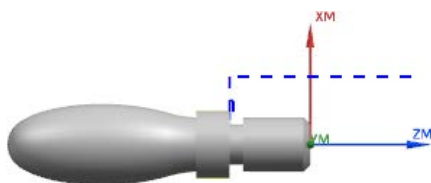

图 4.20 刀路轨迹
Step1. 单击“外侧开槽”对话框中的“生成”按钮 ，生成刀路轨迹如图 4.20 所示。